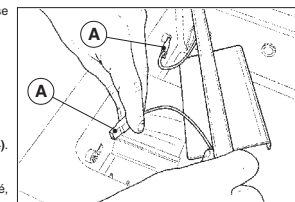

Fig. 1
- Déconnecter les deux câbles de la barre de soudure (A - Fig. 1).